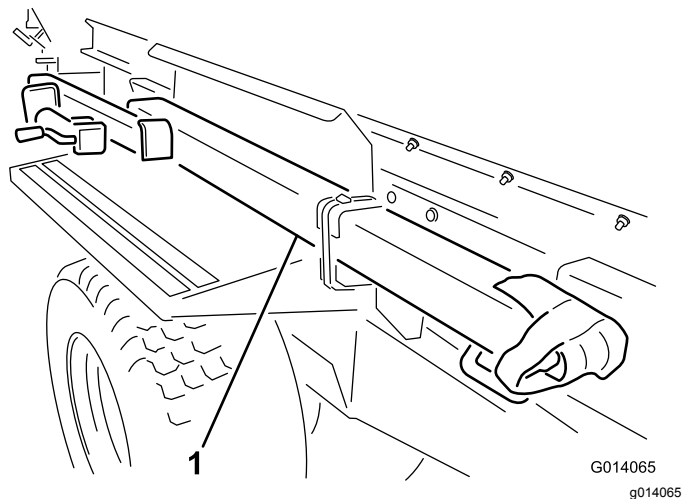

Рисунок 3
3. Выведите сцепное устройство из транспортировочного положения, срезав хомуты, которыми сцепное устройство крепится к крылу (**Рисунок 3**). Снимите оба монтажных кронштейна с крыла и удалите в отходы.